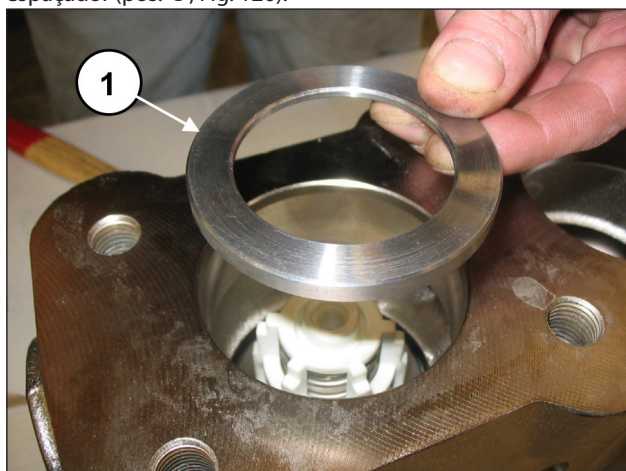
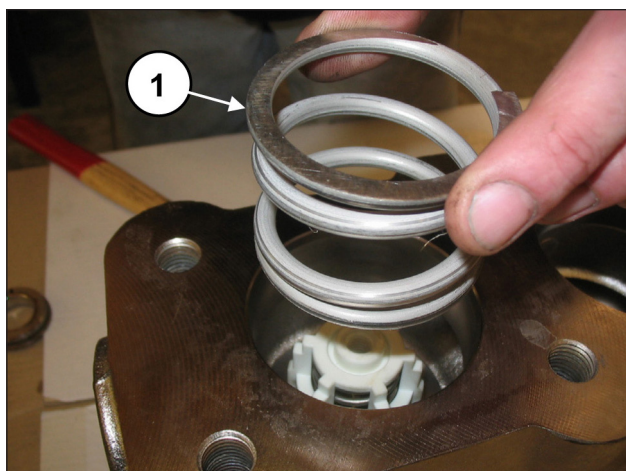

Fig. 125
Fig. 126
Insira o anel no local da válvula (pos. ①, Fig. 125), em apoio ao espaçador (pos. ①, Fig. 126).